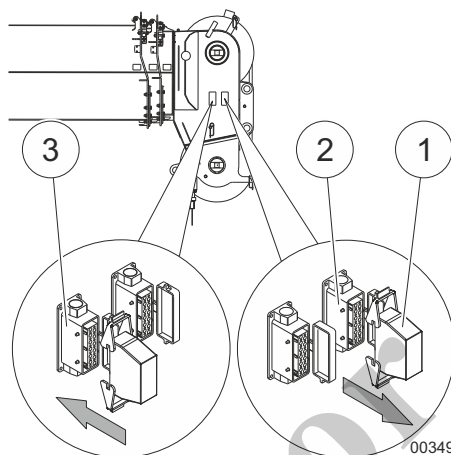

Fig. 144 Inserción del conector de anulación en la pluma telescópica
- 11 Retire el conector de anulación (1, Fig. 144) del receptáculo derecho (2, Fig. 144) y conéctelo en el receptáculo izquierdo (3, Fig. 144).